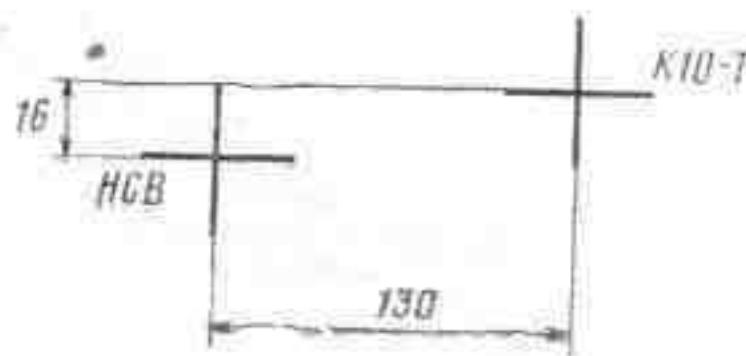

Рис. 74. Выверочная мишень
- установить щит с выверочной мишенью (рис. 74) на дальность 25 м от дульного среза ствола;